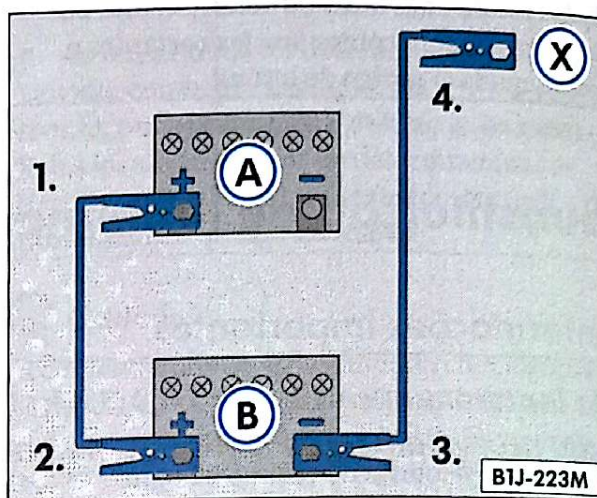

Fig. 144 Sequência de ligação dos cabos auxiliares de partida
Na ⇒ fig. 144 estão representadas a bateria descarregada (A) e a bateria fornecedora de corrente (B).
1. Ligue uma extremidade do cabo auxiliar de partida *vermelho* ao terminal positivo ⇒ fig. 144 (+) do veículo com a bateria descarregada ⇒ fig. 144 (1A) ⇒ ⚠.
2. Ligue a outra extremidade do cabo auxiliar de partida *vermelho* ao terminal positivo ⇒ fig. 144 (+) do veículo, que fornecerá a corrente ⇒ fig. 144 (2B) ⇒ ⚠.
3. Ligue uma extremidade do cabo auxiliar de partida *preto* ao terminal negativo ⇒ fig. 144 (-) do veículo, que fornecerá a corrente (3B) ⇒ fig. 144.
4. Ligue a outra extremidade do cabo *preto* no veículo com a bateria descarregada a uma peça maciça ⇒ fig. 144 (4X), firmemente aparafusada ao bloco do motor, ou ao próprio bloco do motor, mas não nas proximidades da bateria ⇒ ⚠.